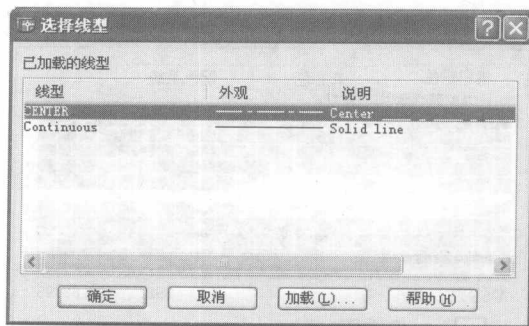

图 2-9 “选择线型”对话框
② 从“已加载的线型”中选择“CENTER”,单击“确定”按钮,该线型即被赋予新图层。如图 2-9 所示。
(7) 单击“确定”按钮,关闭“图层特性管理器”窗口。